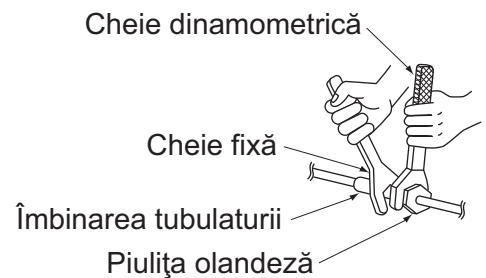

Fig. 13
- La racordarea sau deconectarea conductelor la sau de la unitate aveți grijă să folosiți atât o cheie fixă cât și una dinamometrică, conform desenului. **(Consultați Fig. 13)**